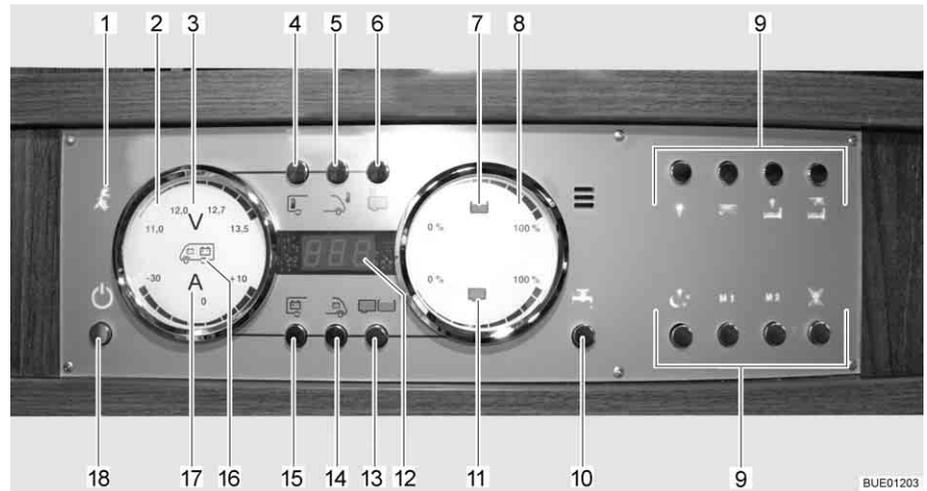

Fig. 153 Panneau de contrôle (LT 510)
Le voyant de contrôle 230 V (Fig. 153,1) s'allume si l'arrivée du bloc électrique est sous tension de réseau.
L'interrupteur principal 12 V (Fig. 153,18) établit ou coupe le panneau de contrôle et l'alimentation 12 V de la cellule.
- Appuyer brièvement sur la touche d'alimentation 12 V (Fig. 153,18). L'alimentation 12 V de la cellule est assurée. L'indicateur de contrôle "12 V" s'allume.
- ▷ La tension de la batterie de cellule est trop faible quand les DEL "11,0" de l'affichage en Volt et le symbole Volt "V" (Fig. 153,3) clignotent dans l'indicateur des batteries (Fig. 153,2) après la mise sous tension. Charger la batterie.
- ▷ La coupure de batterie est active quand l'indicateur de contrôle "12 V" et le symbole Volt "V" (Fig. 153,3) clignotent trois fois après la mise sous tension. Désactiver la coupure de batterie.
- Appuyer brièvement sur la touche d'alimentation 12 V (Fig. 153,18). L'alimentation 12 V de la cellule est coupée. L'indicateur de contrôle "Alimentation 12 V" s'éteint.
- Appuyer sur la touche batterie de cellule (Fig. 153,15) et la maintenir enfoncée pendant 10 secondes environ. Le symbole Volt "V" (Fig. 153,3) et l'indicateur de contrôle "12 V" clignotent trois fois. La batterie de cellule est coupée du réseau de bord de 12 V.
- Appuyer sur la touche d'alimentation 12 V (Fig. 153,18) et la maintenir enfoncée pendant 5 secondes environ. Le symbole Volt "V" (Fig. 153,3) et l'indicateur de contrôle "12 V" clignotent trois fois. La batterie de cellule est branché au réseau de bord 12 V. L'indicateur de contrôle s'allume au bout d'env. 5 secondes.
- Appuyer sur la touche de la batterie de cellule (Fig. 153,15). Le symbole Volt "V" (Fig. 153,3) s'allume. Le symbole Ampère "A" (Fig. 153,17) est allumé en blanc ou en rouge suivant l'état de chargement ou de déchargement. Les DEL à l'intérieur de l'indicateur indiquent la tension de la batterie et le courant de la batterie de cellule.
- Appuyer sur la touche de la batterie de démarrage (Fig. 153,14). Le symbole Volt "V" (Fig. 153,3) s'allume. Des DEL à l'intérieur de l'indicateur indiquent la tension de la batterie de démarrage.
- Appuyer sur la touche réservoirs (Fig. 153,13). Les symboles réservoir d'eau (Fig. 153,7) et réservoir d'eaux usées (Fig. 153,11) s'allument. Des DEL à l'intérieur de l'indicateur indiquent le niveau du réservoir d'eau (échelle supérieure) et celui du réservoir d'eaux usées (échelle inférieure).
Le symbole du réservoir d'eau (Fig. 153,7) ou celui du réservoir d'eaux usées (Fig. 153,11) clignote quand le réservoir d'eau est vide ou que le réservoir d'eaux usées est plein.
L'affichage numérique (Fig. 153,12) permet d'indiquer les températures intérieure et extérieure.